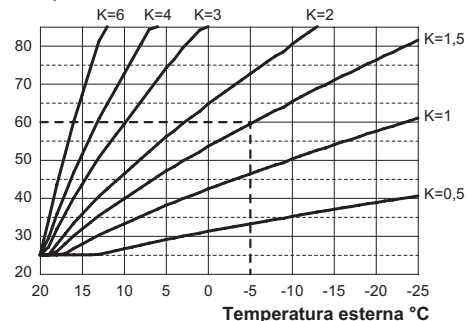

Figura 5.33
Se alla caldaia **È COLLEGATO** il comando remoto (opzionale) riferirsi alla Figura 5.33.
ottimizzare la temperatura di mandata (Figura 5.33).
Es. Per avere una temperatura di mandata all'impianto di riscaldamento di 60°C con una esterna di -5°C si deve settare un K di 1,5 (linea tratteggiata in Figura 5.33).
- Utilizzando i tasti 12 o 13 è possibile modificare il valore del parametro 15 da un minimo di **01** ad un massimo di **60** in base alla curva scelta del coefficiente K in Figura 5.33 (il valore letto sul display corrisponde a valori decimali di coefficienti K).